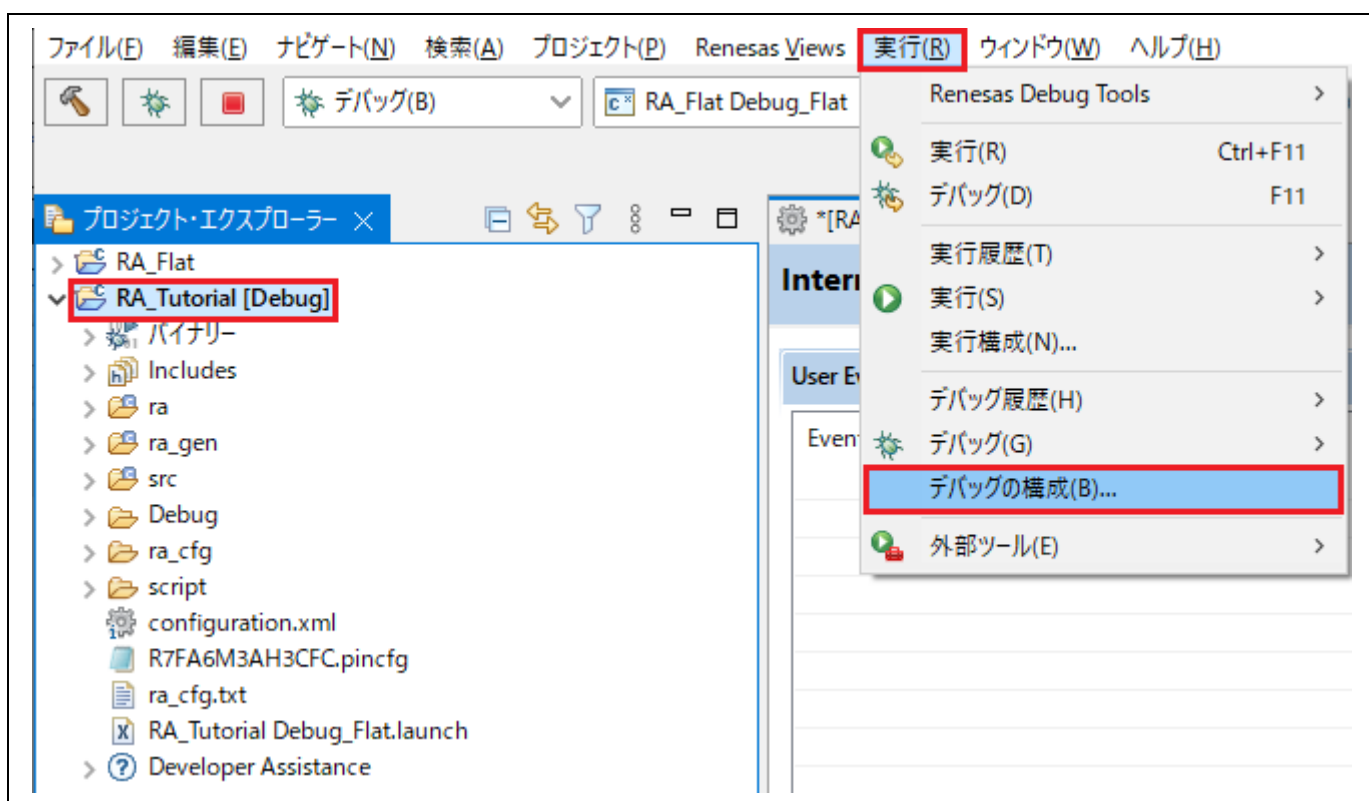

図 5-2 デバッガー [デバッグ構成] ウィンドウを開く
- (1) [デバッグ構成] ウィンドウを開きます（「図 5-2」参照）。
- (2) [デバッグ構成] ウィンドウの左ペインに表示されたデバッグ構成（例：“RA_Tutorial Debug_Flat”）を選択し  アイコンをクリック（現在選択している起動構成をコピー）すると、複製されたデバッグ構成（例：“RA_Tutorial Debug_Flat(1)”）が作成されます。
- (3) デバッグ構成は「5.1 既存デバッグ構成の変更」で説明した方法で設定できます。